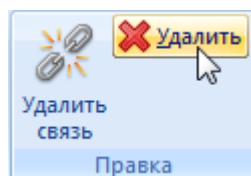

Рис. 8-8 – Кнопка «Удалить» панели «Правка»
- 3) Нажать кнопку «Удалить» панели «Правка» (рис. 8-8).